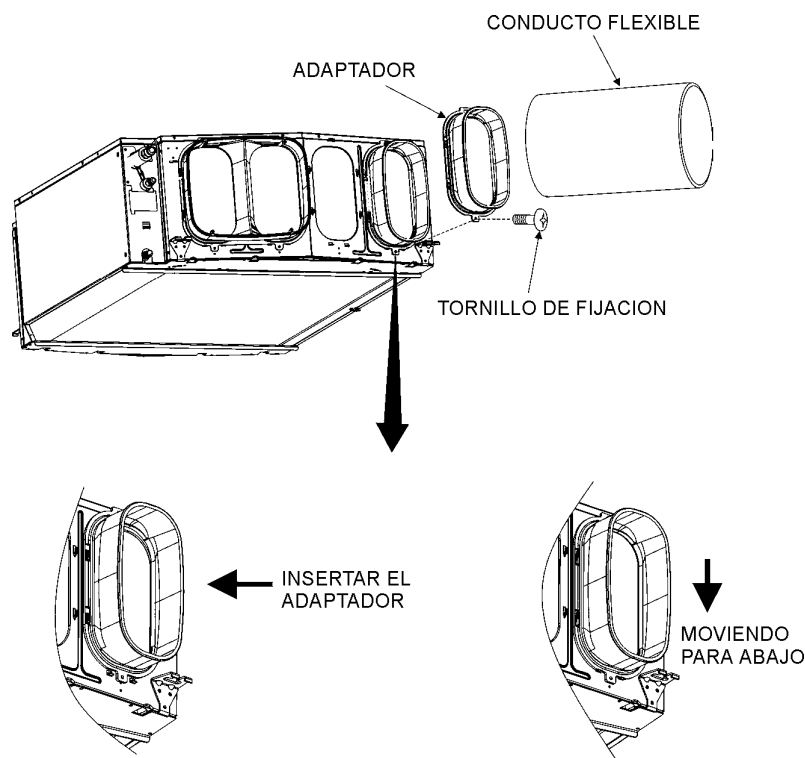

Fig. 14. Instalación de los adaptadores y de los conductos flexibles
- Instale los adaptadores y asegúrelos con el tornillo de fijación (ver Fig. 14). Para conveniencia de instalación, el adaptador puede ser montado en la unidad después de que esté conectado con el conducto flexible, antes de montar el adaptador a la unidad.